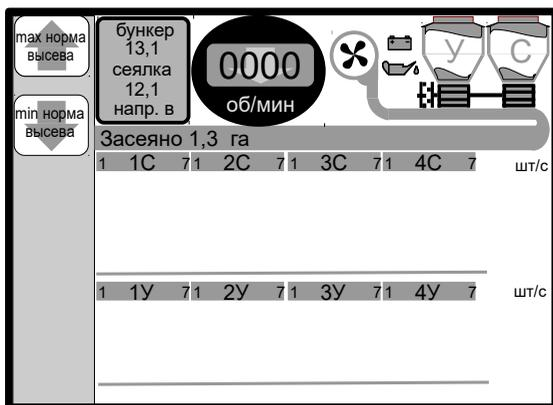

Рисунок 4.9. Режим КОНТРОЛЬ.
- с отдельной системой высева – рис. 4.9.